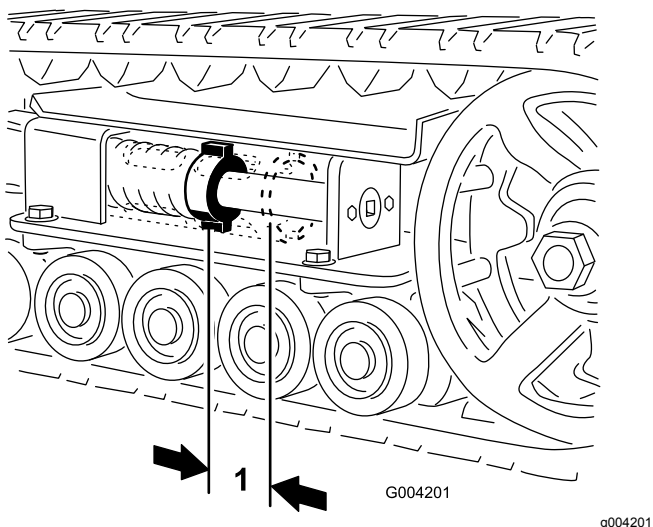

Рисунок 44
Между натяжной гайкой и задней стороной натяжной трубы должен быть зазор 7 см (Рисунок 44). Если это не так, отрегулируйте натяжение гусеницы, используя следующую процедуру:
5. Используя ключ с храповым механизмом на $\frac{1}{2}$ дюйма, поворачивайте натяжной винт против часовой стрелки до тех пор, пока расстояние между натяжной гайкой и задней стороной натяжной трубы (Рисунок 44) не станет равным 7 см.
натяжной трубы (Рисунок 44) не станет равным 7 см.
- Поворачивайте натяжной винт против часовой стрелки до тех пор, пока расстояние между натяжной гайкой и задней стороной натяжной трубы (Рисунок 44) не станет равным 7 см.